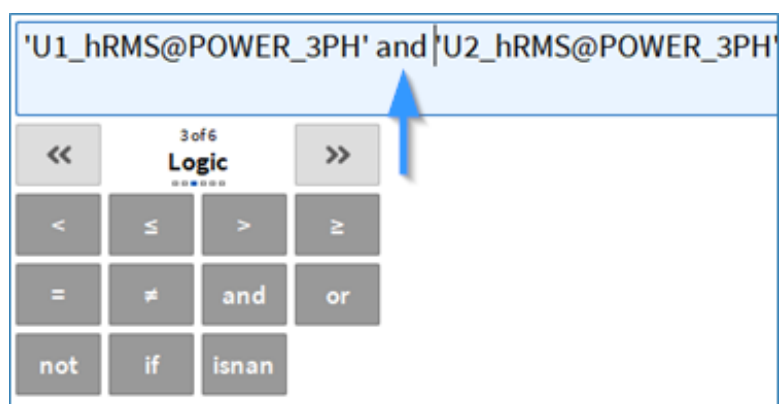

Abb. 7.77: Logikoperatoren in Kombination mit Array-Kanälen
- Logische Operatoren (siehe Abb. 7.77)